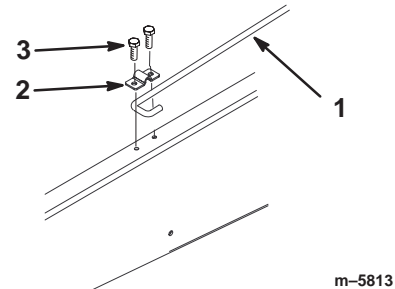

Figure 9
6. Desserrez le boulon de fixation de l'attache de la béquille jusqu'à ce que vous puissiez faire passer l'extrémité en J de la béquille sous l'attache (Fig. 9)
7. Serrez le boulon et fixez l'autre côté de l'attache avec un boulon neuf (5/16 x 3/4") (Fig. 9).